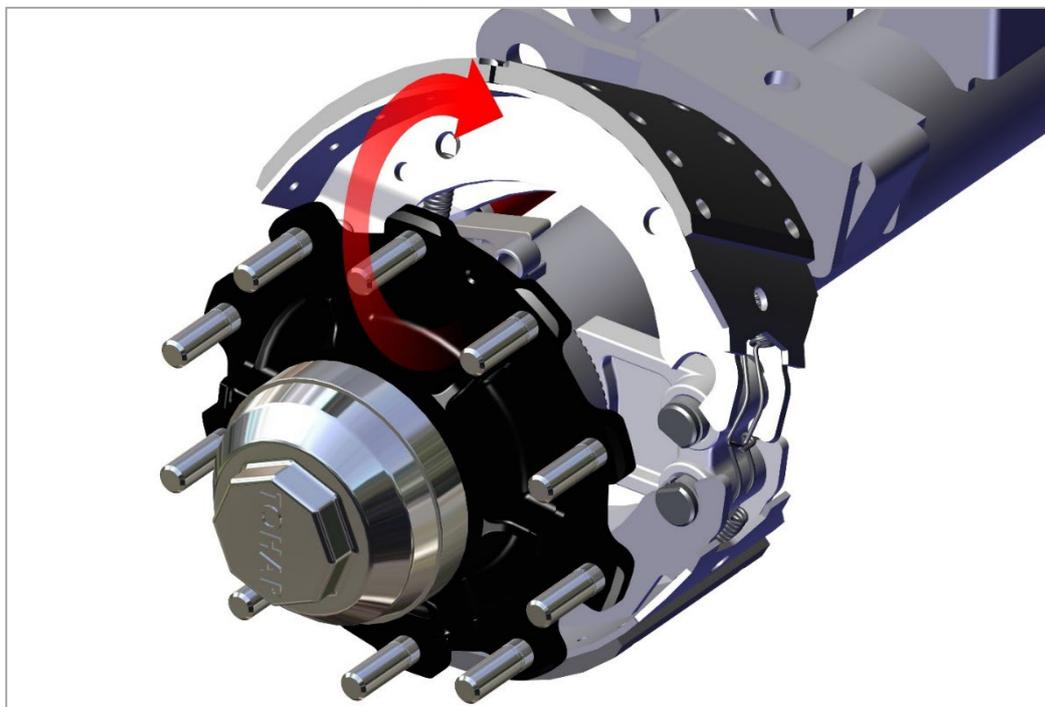

Рис. 18. Снятие тормозной колодки
4) Наклоните верхнюю тормозную колодку над кулачком и осью моста и снимите её, как показано на рис. 18.